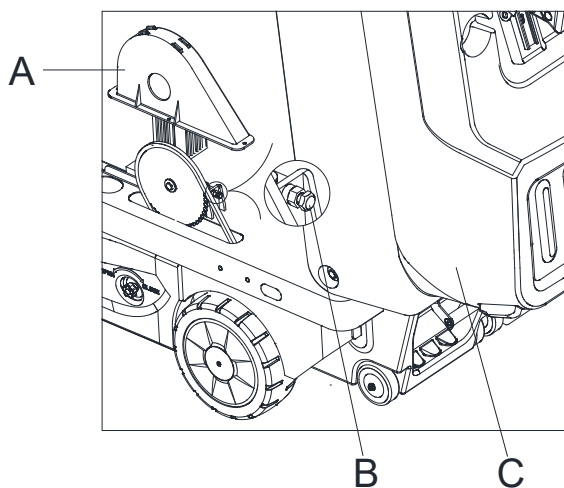

Figura 37
6. Abra la tapa (C, figura 37).
7. Quite la tapa de protección de la cadena (A, figura 37).
8. Ajuste el tornillo de ajuste de la cadena (B, figura 37) para asegurarse de que la cadena tenga la tensión adecuada.